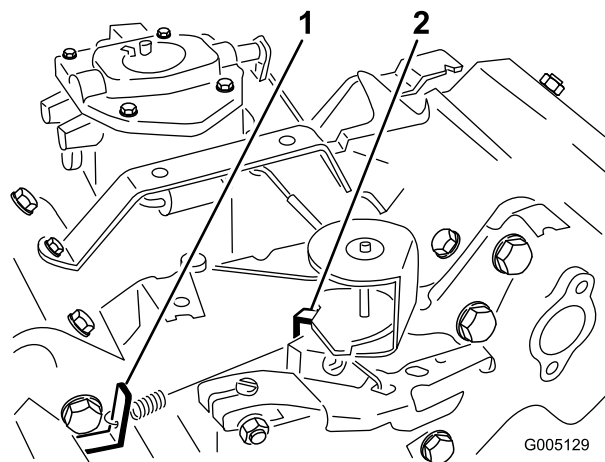

Figura 49
3. Piegare la linguetta di ancoraggio della molla regolata al minimo (Figura 49) per ottenere un minimo di 1650 ± 100 giri/min. Controllate la velocità con un tachimetro.
5. Mettete il comando dell'acceleratore in posizione Fast. Piegare la linguetta di ancoraggio della molla del massimo (Figura 49) per ottenere una velocità massima di 2850 ± 50 giri/min.